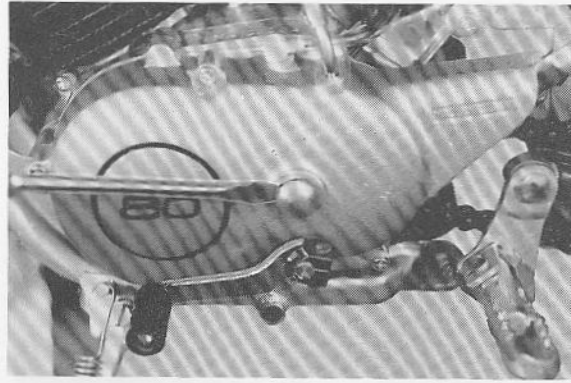

Fig. 2-5-18
- c. Remove cover cap on left crankcase cover. (Fig. 2-5-18)
- c. Enlever le chapeau de couvercle sur le couvercle gauche de carter. (Fig. 2-5-18)